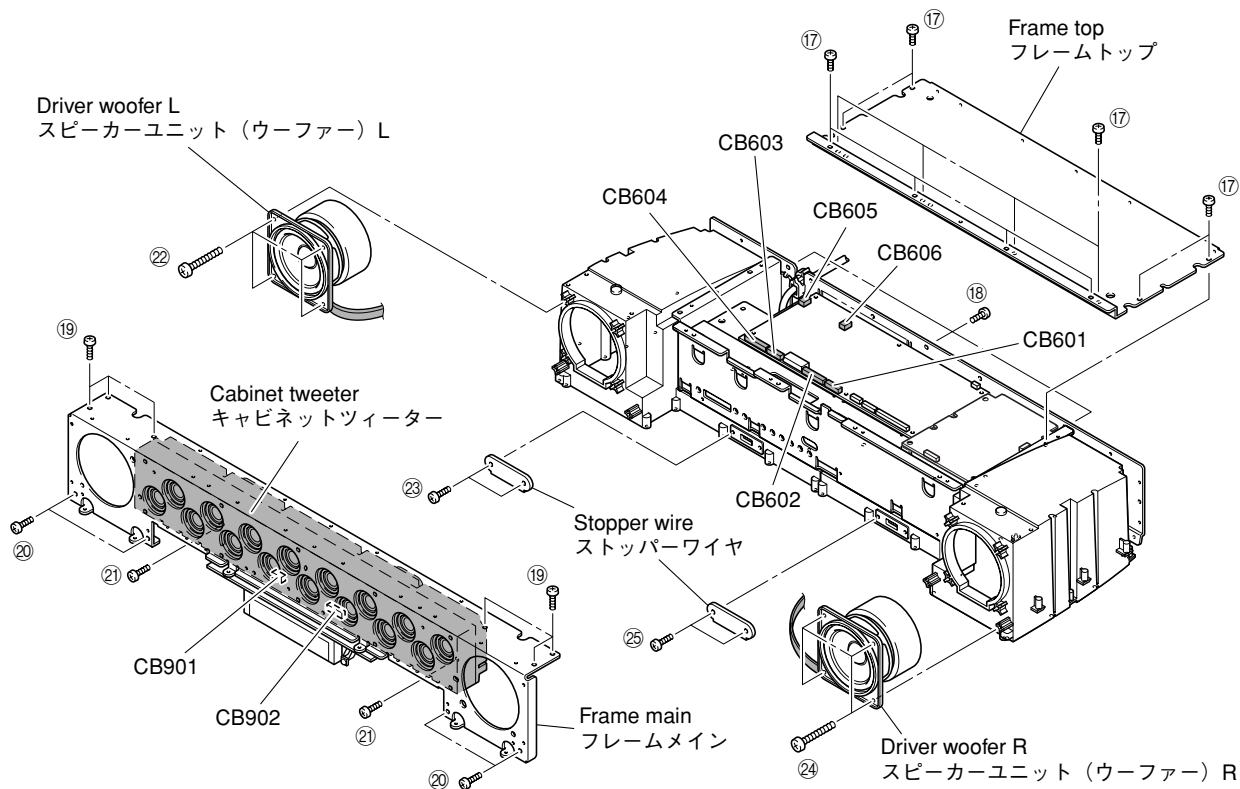

Fig. 13
- Remove 12 screws (17) and 3 screws (18). (Fig. 13)
- Remove the frame top. (Fig. 13)
- Remove 6 screws (19), 4 screws (20) and 2 screws (21). (Fig. 13)
- Remove CB601-604 and CB901-902. (Fig. 13)
- Remove the frame main together with cabinet tweeter. (Fig. 13)
- Remove 4 screws (22). (Fig. 13)
- Remove CB605. (Fig. 13)
- Remove 2 screws (23) and then remove the stopper wire. (Fig. 13)
- Remove the driver woofer L. (Fig. 13)
- Remove 4 screws (24). (Fig. 13)
- Remove CB606. (Fig. 13)
- Remove 2 screws (25) and then remove the stopper wire. (Fig. 13)
- Remove the driver woofer R. (Fig. 13)
- ⑰のネジ12本、⑱のネジ3本を外します。(Fig. 13)
- フレームトップを取り外します。(Fig. 13)
- ⑲のネジ6本、⑳のネジ4本、㉑のネジ2本を外します。(Fig. 13)
- CB601-604、CB901-902を外します。(Fig. 13)
- フレームメインをキャビネットツイーターと一緒に取り外します。(Fig. 13)
- ㉒のネジ4本を外します。(Fig. 13)
- CB605を外します。(Fig. 13)
- ㉓のネジ2本を外し、ストッパーワイヤを外します。(Fig. 13)
- スピーカーユニット(ウーファー)Lを取り外します。(Fig. 13)
- ㉔のネジ4本を外します。(Fig. 13)
- CB606を外します。(Fig. 13)
- ㉕のネジ2本を外し、ストッパーワイヤを外します。(Fig. 13)
- スピーカーユニット(ウーファー)Rを取り外します。(Fig. 13)